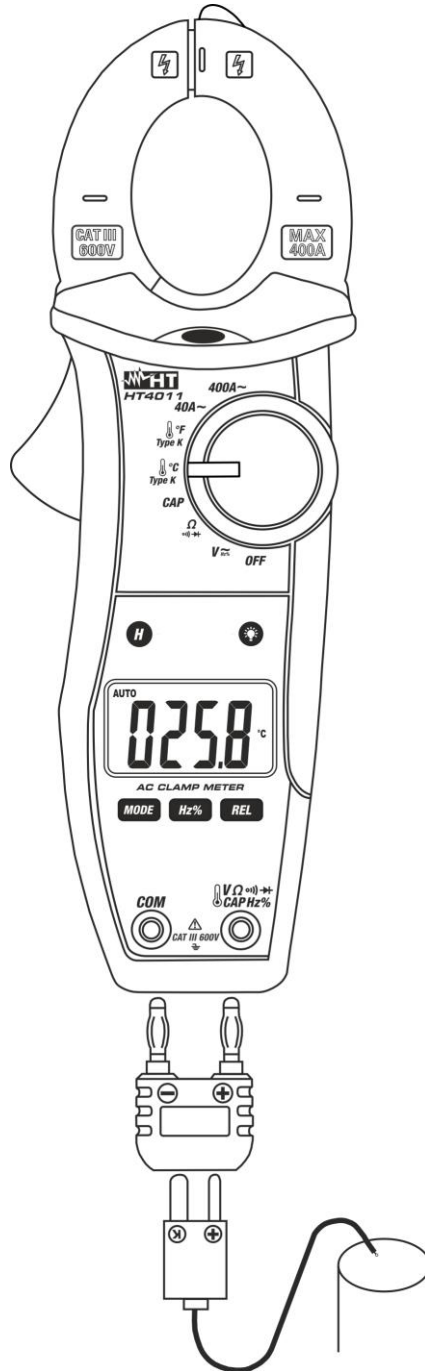

Abb. 9: Verwendung der Zange für Temperaturmessung
2. Verbinden Sie den mitgelieferten K-Typ Drahtfühler mit der **VΩ** und **COM** Eingangsbuchse mithilfe des entsprechenden Adapters. Achten Sie dabei auf die Polarität, die in Abb. 9 angegeben ist. Der Temperaturwert erscheint auf dem Display.